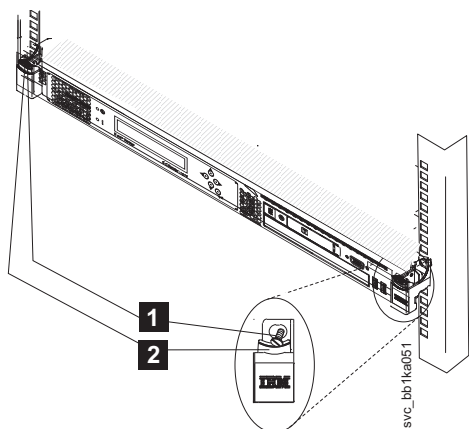

Figura 18. Travas de liberação e parafusos de montagem do SAN Volume Controller 2145-CG8 ou 2145-CF8
- a. Remova os parafusos M6 opcionais, conforme mostrado por **1** na Figura 18 na página 34, da parte frontal do nó.